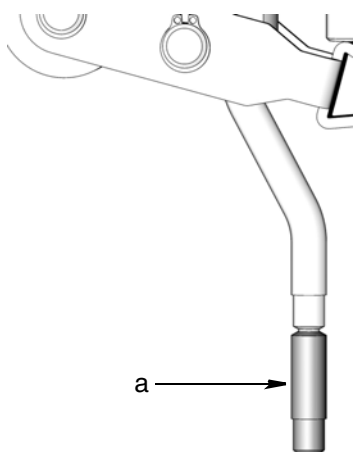

FIG. 2
- a. Verificare la lunghezza del flessibile di aspirazione. Se è troppo lungo per entrare nel serbatoio, utilizzare delle pinze per staccare la sezione inferiore del flessibile (a) (FIG. 2).